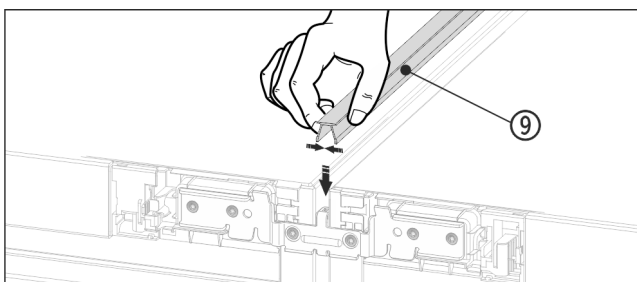

Fig. 19
- Paina yläpuolella lyhyt suojalista Fig. 19 (9) vaakasuoraan rakoon.